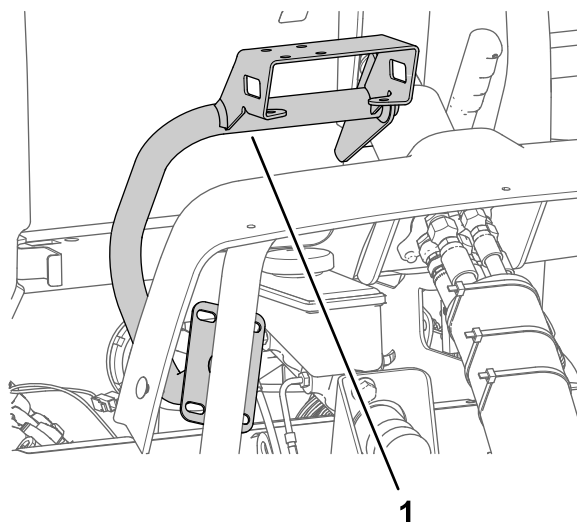

Figure 162
1. Placez le support du moniteur sur la machine comme montré à la Figure 162.